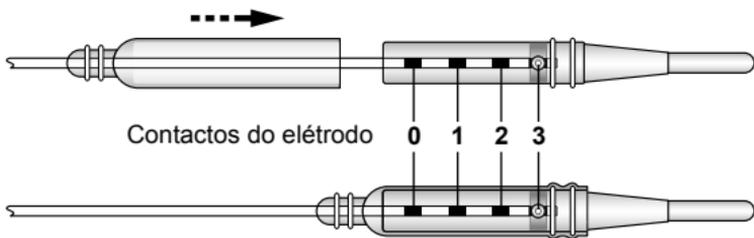

Figura 17. Faça deslizar a cobertura do conector sobre a cobertura do eletrodo
6. Faça deslizar a cobertura do conector sobre a cobertura do eletrodo (Figura 17).